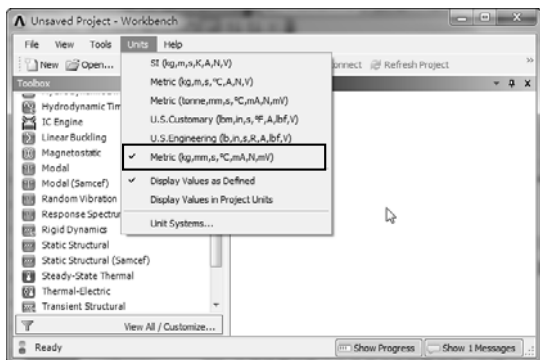

图 9-24 设置分析单位
2) 选择【Units】|【Metric (kg,mm,s,°C,mA,N,mV)】命令，设置分析单位，如图 9-24 所示。